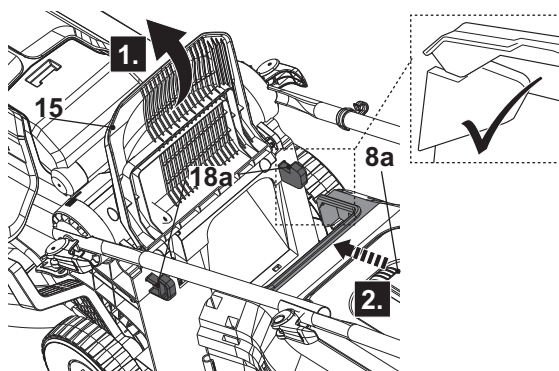

Fig. 7
4. Abra la protección del deflector (15) y manténgalo en su posición (Fig. 7, paso 1).
5. Lleve el recogedor de césped (8) por su asa de transporte (8a).
6. Alinee los ganchos (18a) y cuelgue el recogedor de césped (Fig. 7, paso 2).
7. A continuación suelte con cuidado el protector del deflector (15).